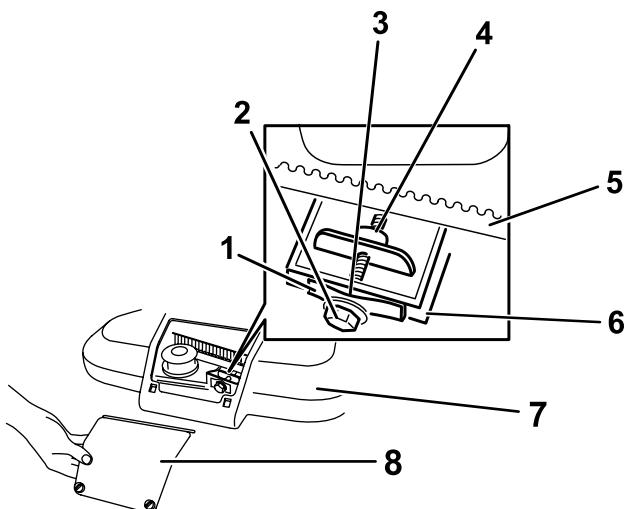

Figura 36
- Afloje un cuarto de vuelta los 2 cierres del panel de acceso a la cubierta de la correa y retire el panel (Figura 36).